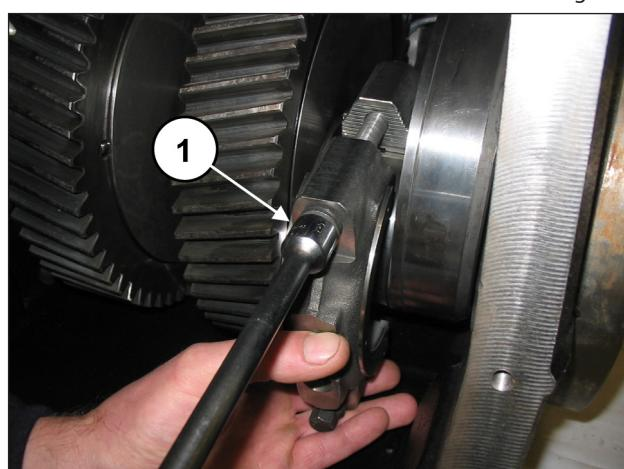

Fig. 83
Fijar los sombreretes a las semibielas con los tornillos M12x1.25x87 (pos. ①, Fig. 83).